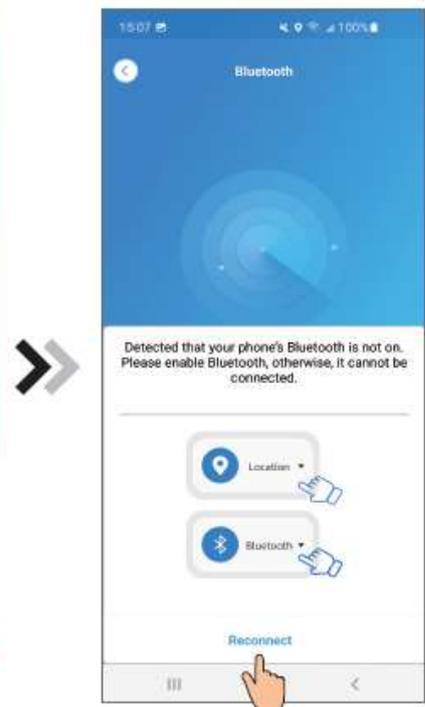

Fig.26 Interface de reconnexion
6. Cliquez sur « Reconnect » ( Reconnecter ) (Fig.26) passez directement à l'interface de dispositif de recherche (Fig.27), l'application recherche automatiquement le module Wifi (Fig.28) ;